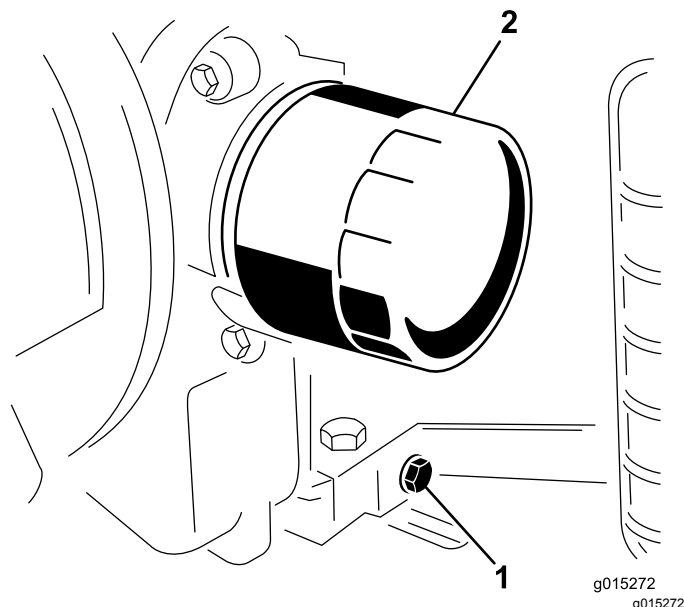

図 15
4. オイルドレンの下に廃油受けを置く。ドレンプラグを外して排出されるオイルを回収する 図 15。